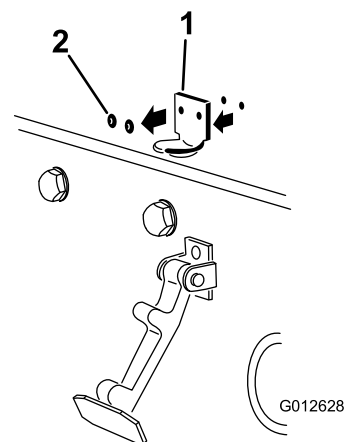

Figura 7
2. Îndepărtați cele 2 nituri care fixează suportul clichetului capotei pe capotă (Figura 7).